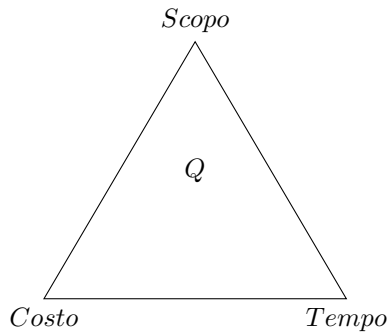

Figure 1: Triangolo dal triplice vincolo
In una azienda, a gestire l'organizzazione e lo sviluppo di un progetto, è possibile trovare svariate figure che variano a seconda del tipo di azienda e progetto. Una figura in comune per il Project Management è sicuramente quella del **Project Management**. È la figura più importante, definito anche regista del progetto, lui non si preoccupa delle competenze tecniche ma di supervisione e coordinare tutti i membri del gruppo. Si occupa di individuare la struttura di un progetto e di avviarla rispettando i vincoli (vedi Fig 1), deve organizzare un sistema di monitoraggio, una documentazione e cosa più importante prendere decisione sul **Make Or Buy**.
Infine si **Definiscono gli obiettivi del progetto in termini quantitativi sintetici**: Per definire gli obiettivi in maniera realistica e concreta, quindi senza andare in contro a perdite di tempo od uscire dai vincoli (vedi Fig 1) predisposti, ci sono delle tecniche come la **S.M.A.R.T.**:
- **Realistici**: Deve rispettare i vincoli del progetto (vedi Fig 1) e le capacità dei membri.